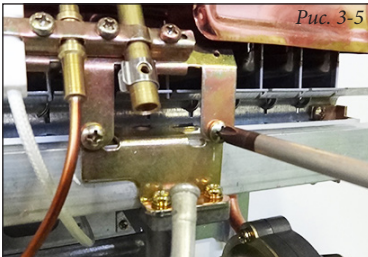

Рис. 3-5
- вывинтите винты крепления запальной горелки (Рис. 3-5);